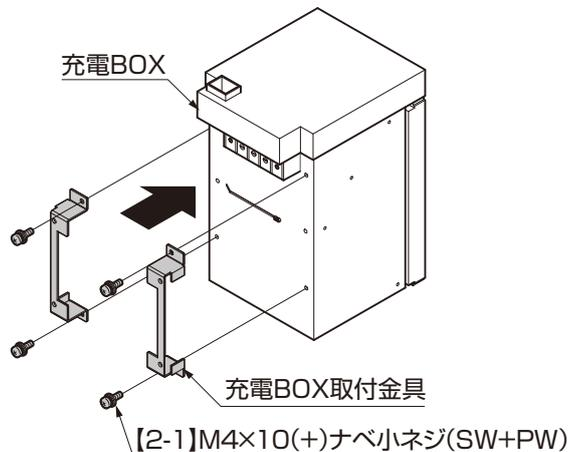

図5-2
- ② 充電BOX取付金具を充電BOXに、【2-1】で取付けてください。(図5-2参照)